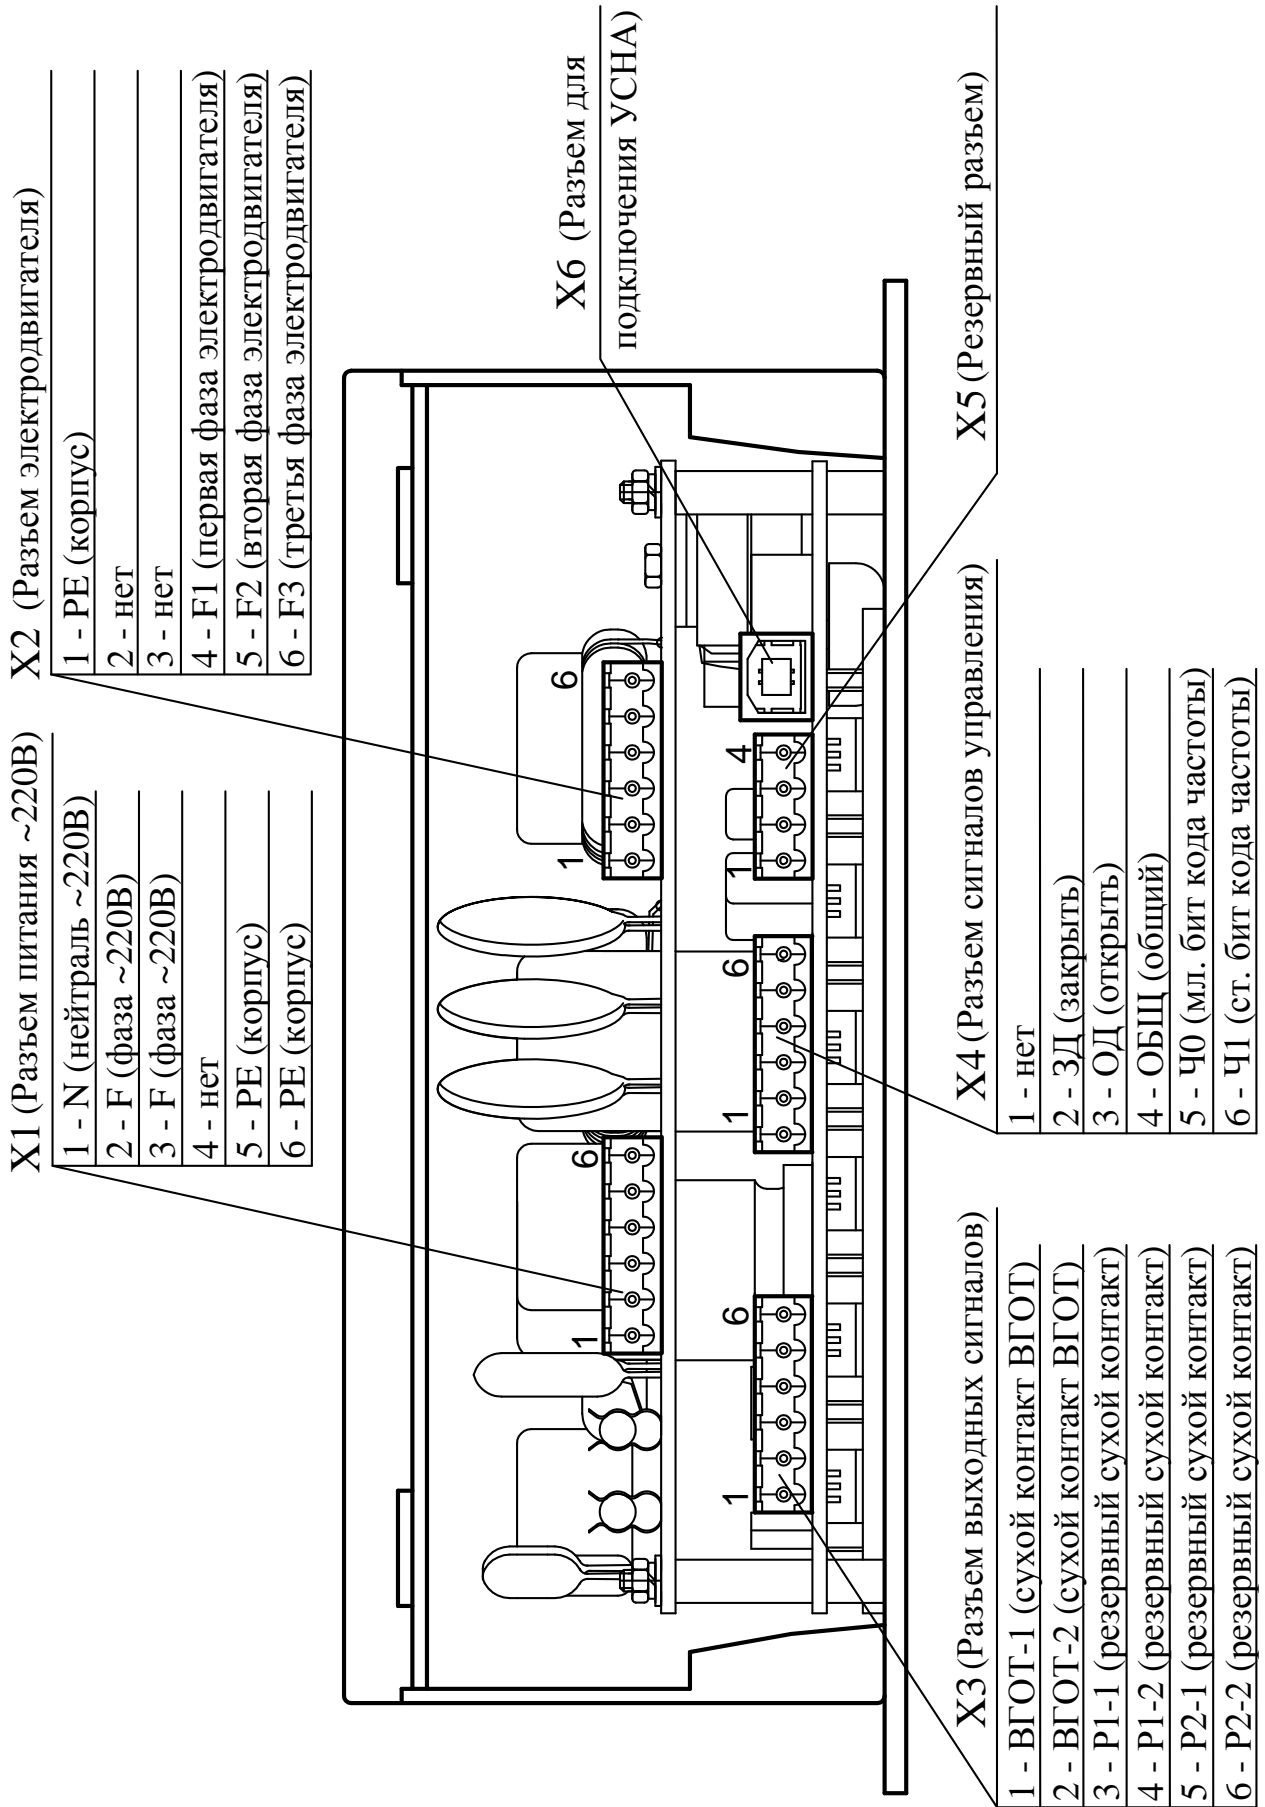

Рис.10. Подключение внешних разъемов БУАД-7-10.
**4.2.** Присоединение *Устройства* к сети, асинхронному электродвигателю и к шине управления осуществляется с помощью разъемных клемников в соответствии с **Рис.10**.
**4.4.** Назначение контактов разъемов на **Рис.10** приведено ниже: